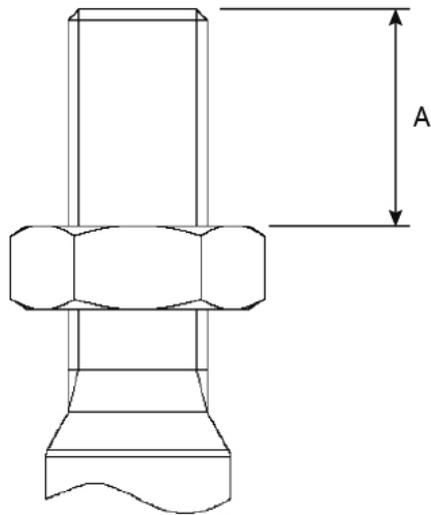

Fig. 7 - Engagement du filetage
- Régler le contre-écrou de la tige de la vanne à la bonne dimension d'engagement du filetage "A" (Fig. 7 et Tableau 3) pour la combinaison de vanne et d'actionneur appropriée et visser la bague de l'adaptateur de la vanne jusqu'au contre-écrou